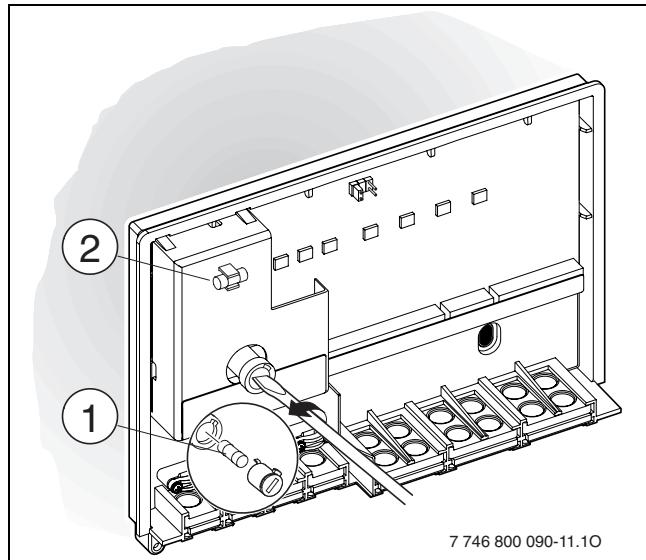

Рис. 13
- ▶ Замінити запобіжник (1) на такий самий тип (2,5 AT, керамічний, наповнений піском) (→ рис. 13).